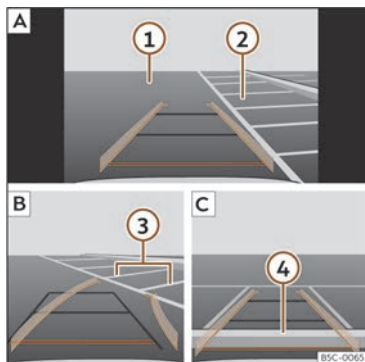

Abb. 164 Anzeige auf dem Bildschirm des Infotainment-Systems: Einparken mit dem Rückfahrassistenten.
Legende zur >>> (Abb. 164):
- Bringen Sie das Fahrzeug vor die Parklücke >>> (Abb. 164) **2** **A**.